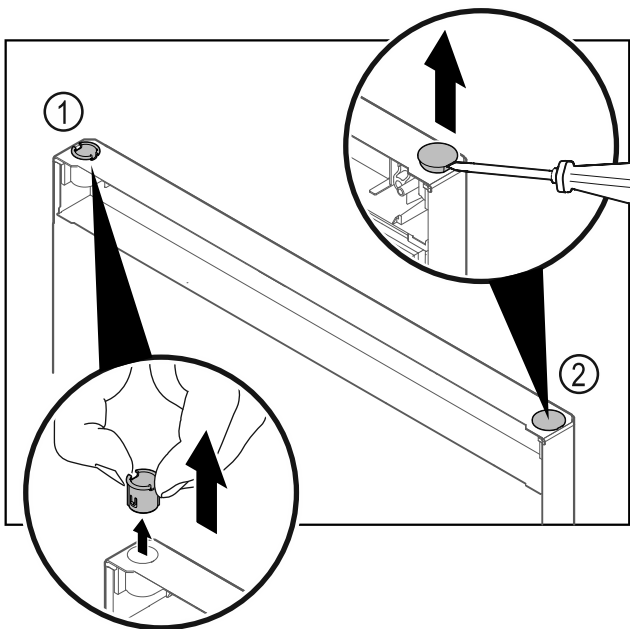

Fig. 31
- ▶ Пальцами вытяните шарнирную втулку Fig. 31 (1).
- ▶ Шлицевой отверткой осторожно подцепите и извлеките заглушку Fig. 31 (2).